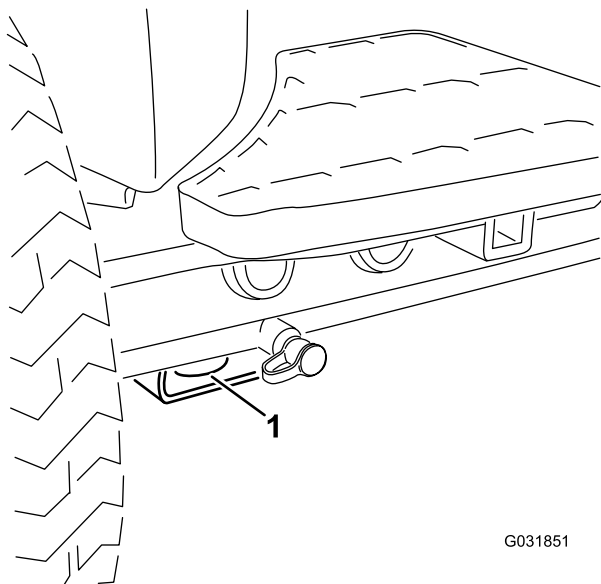

Figura 55
- Dianteira – o orifício na pastilha retangular, por baixo do tubo do eixo, dentro de cada pneu dianteiro (Figura 55)